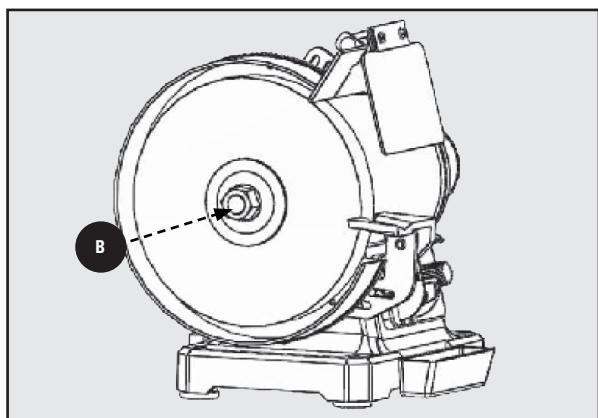

Figura 5
3. Con una llave de 24mm, apriete la tuerca del árbol B mientras utiliza la otra mano para evitar que la rueda se mueva. Apriete bien la tuerca del árbol. Véase la Figura 5.